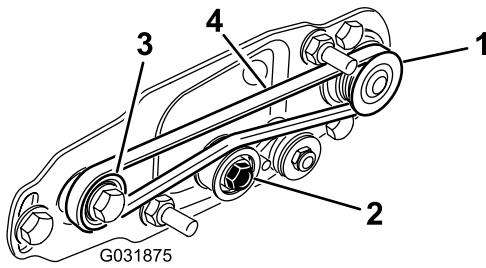

Bild 24
- Verlegen Sie den Riemen um die **Antriebsscheibe** und dann über die Oberseite der Spannscheibe (Bild 24).
- Verlegen Sie den Riemen von der **Antriebsriemenscheibe** ausgehend (Bild 24).